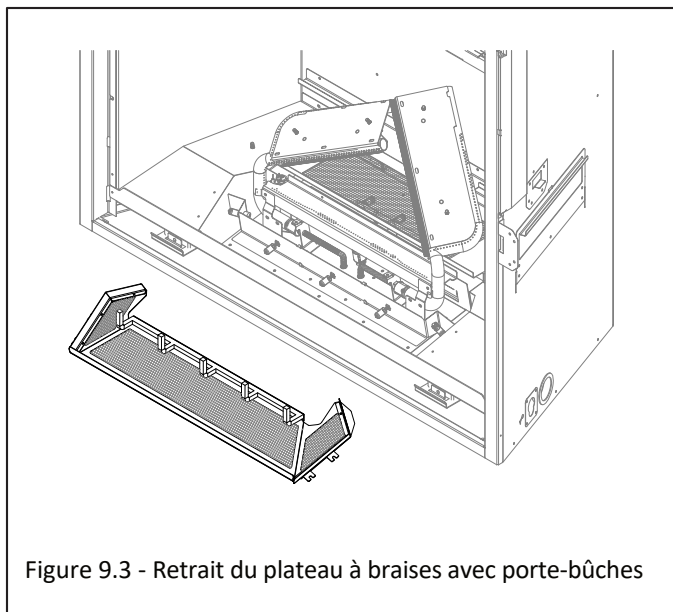

Figure 9.3 - Retrait du plateau à braises avec porte-bûches
3. Retirez et conservez les (4) vis du plateau à braises (muni du porte-bûches). Soulevez le plateau à braises pour le retirer de la chambre de combustion. Voir Figure 9.3.
4. Installez les (5) ampoules halogènes (fournies dans le paquet de composants) dans les socles de lampe.
3. Retirez et conservez les (4) vis du plateau à braises (muni du porte-bûches). Soulevez le plateau à braises pour le retirer de la chambre de combustion. Voir la Figure 9.3.